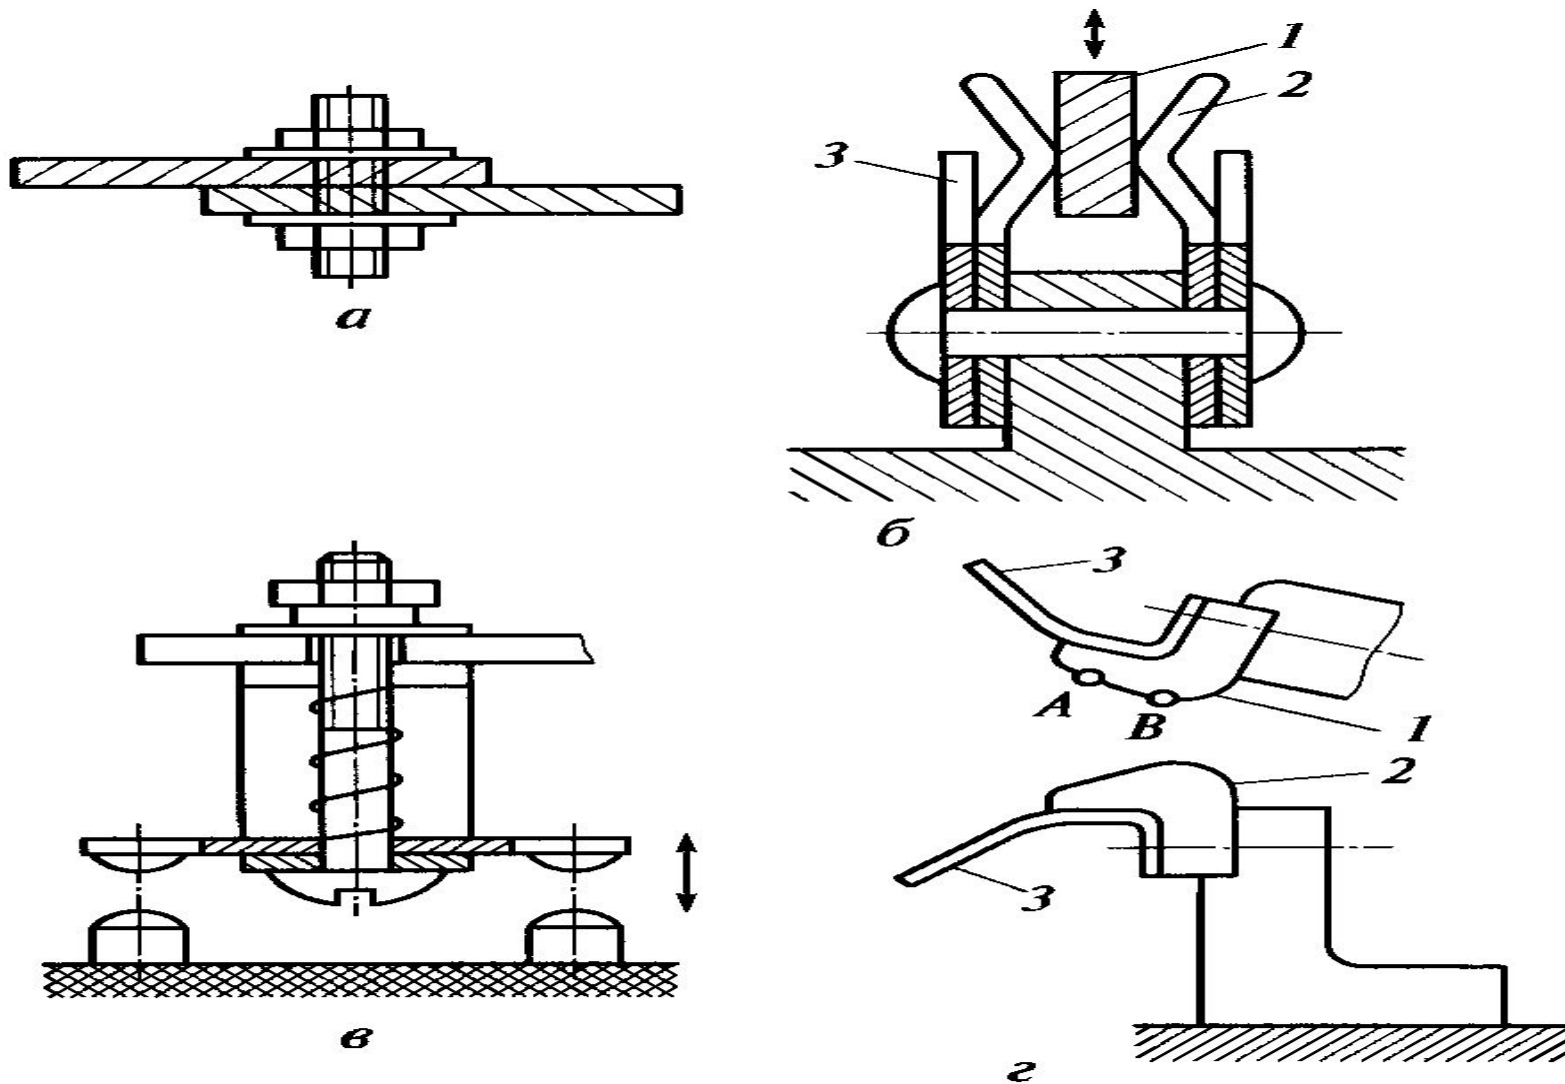

Рис. 10.1
- *Контактом* называется место механического соединения токоведущих элементов электрической цепи, предназначенных для ее замыкания или размыкания. Различают контакты неподвижные (рис. 10.1, а) и подвижные. Последние разделяются на скользящие и стыковые. Типовая конструкция скользящего контакта (рис. 10.1, б) содержит подвижный контакт 1 и вилку 2. Нажатие контактов обеспечивается упругостью материала вилки и плоских пружин 3. В качестве стыковых используются мостиковые контакты (рис. 10.1, в) и др.